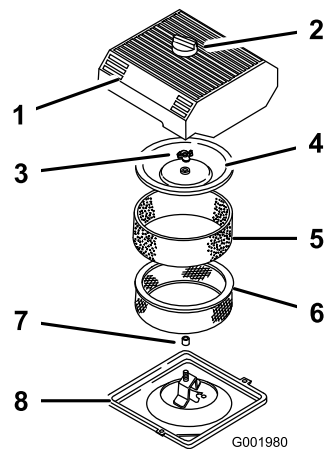

Figura 39
3. Curăai în jurul filtrului de aer pentru a preveni pătrunderea murdăriei în motor i a evita deteriorarea (Figura 39).
4. Slăbiți butonul de pe capacul filtrului de aer i îndepărtați capacul (Figura 39).
5. Glisați cu grijă elementul din spumă de pe elementul din hârtie (Figura 39).
6. Îndepărtați piulița capacului i îndepărtați capacul i elementul din hârtie (Figura 39).
1. Glisai cu atenție elementul din spumă pe elementul filtrului de aer (Figura 39).
3. Montai manual piulia capacului strâns pe capac (Figura 39).
4. Montai capacul și butonul filtrului de aer (Figura 39).